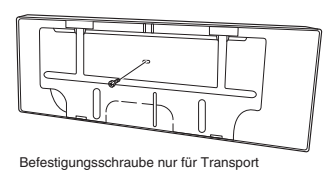

Abb. 3-31
- Die Befestigungsschraube an der Rückwand entfernen und entsorgen. (Abb. 3-31)